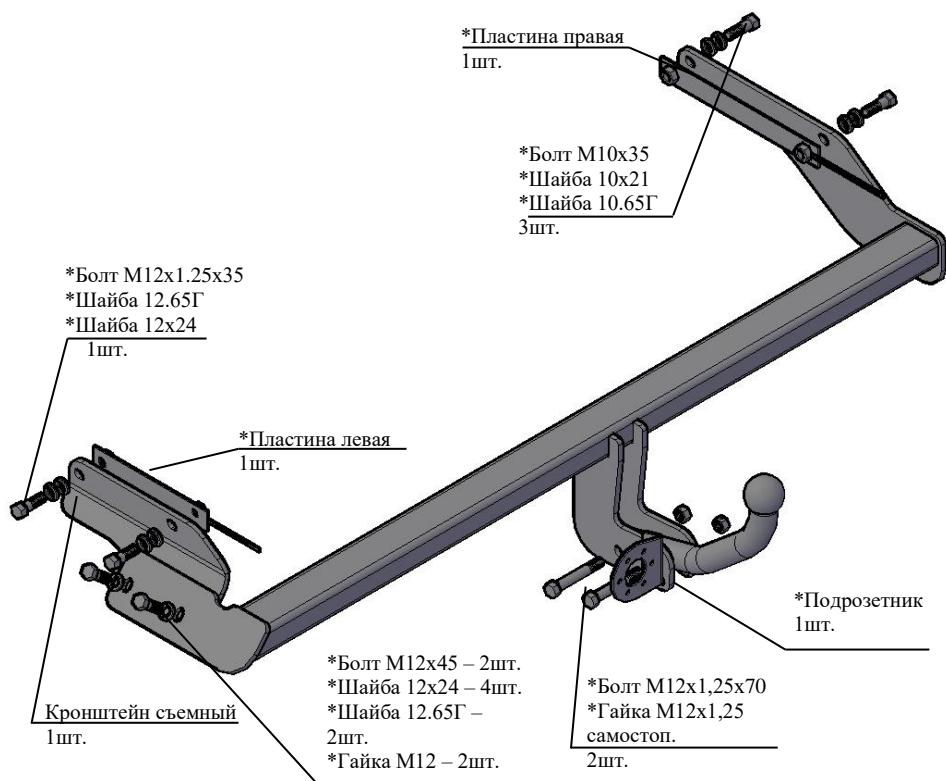

Рис.1 Тягово-цепное устройство 9020
2.1 ТСУ 9020 в сборе (рис.1)	1 шт.
2.2. Пакет комплектующих (рис.1)	1 шт.